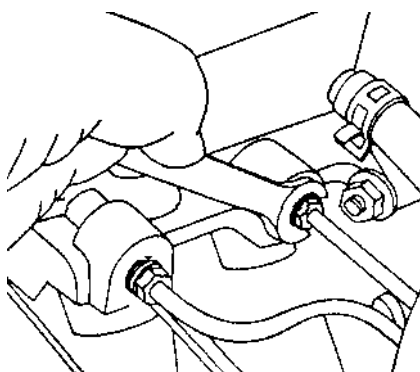

Рис. 7.6.
- аналогичным образом удалить воздух из секции ГГЦ, связанной с другим контуром тормозного привода (рис. 7.6).